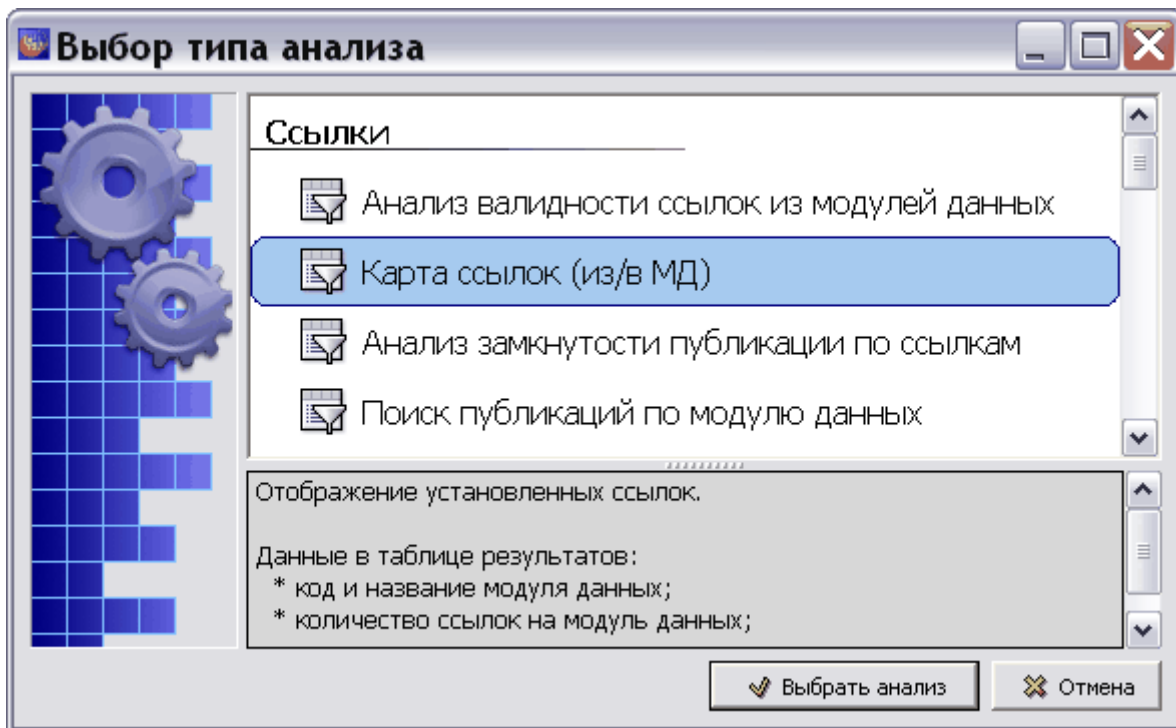

Рис. 8.141
1. В окне **Выбор типа анализа** выберите тип анализа «Карта ссылок (из/в МД)» (Рис. 8.141).